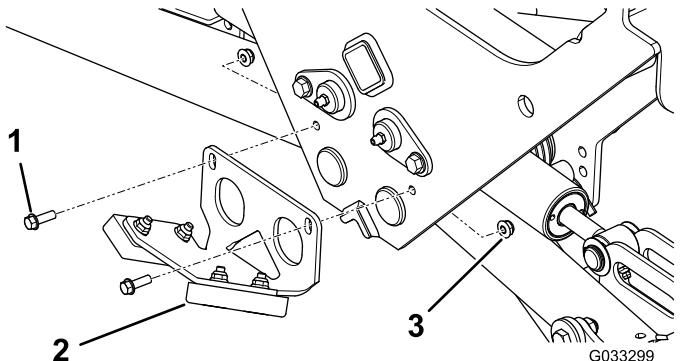

図 23
2. 後バンパー・アセンブリを 図 23 のように取り付ける。